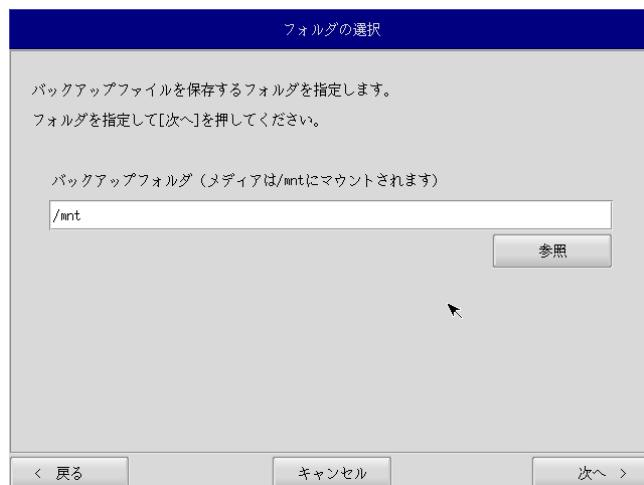

図5-2-4. フォルダ選択画面
- ⑦ フォルダ選択画面（図5-2-4）が表示されます。[参照]ボタンを押します。